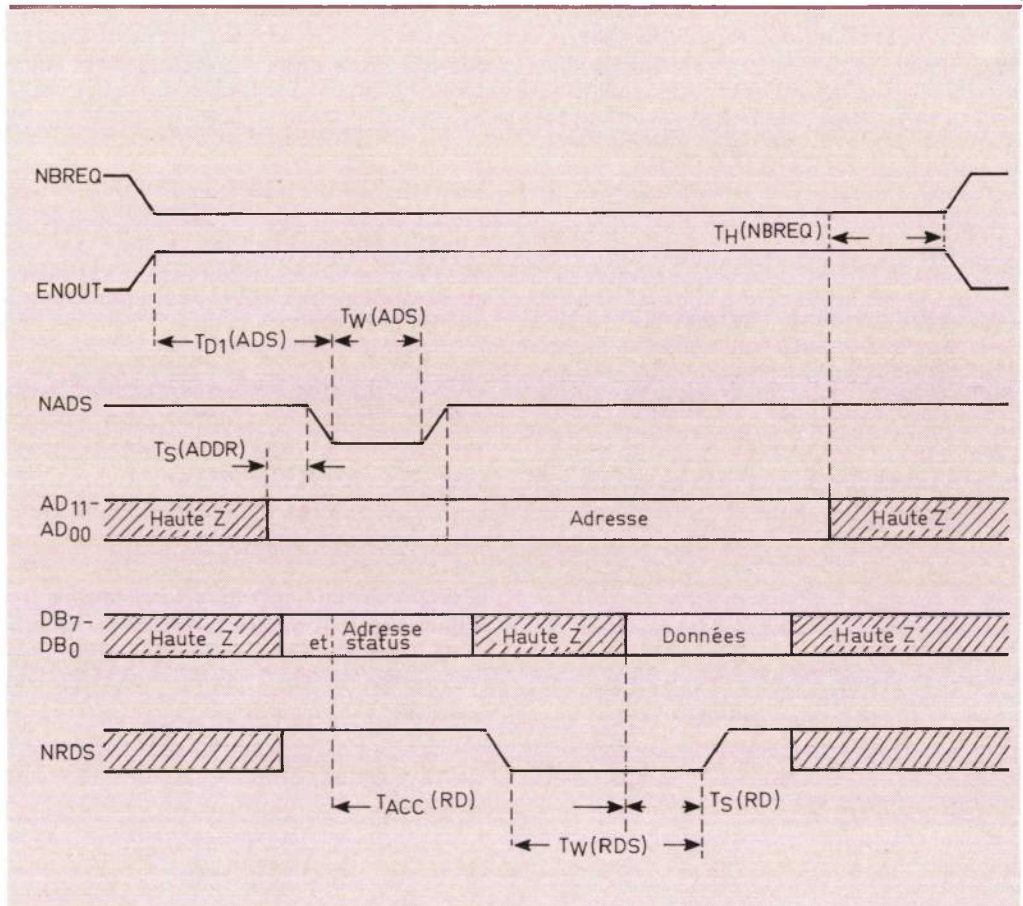
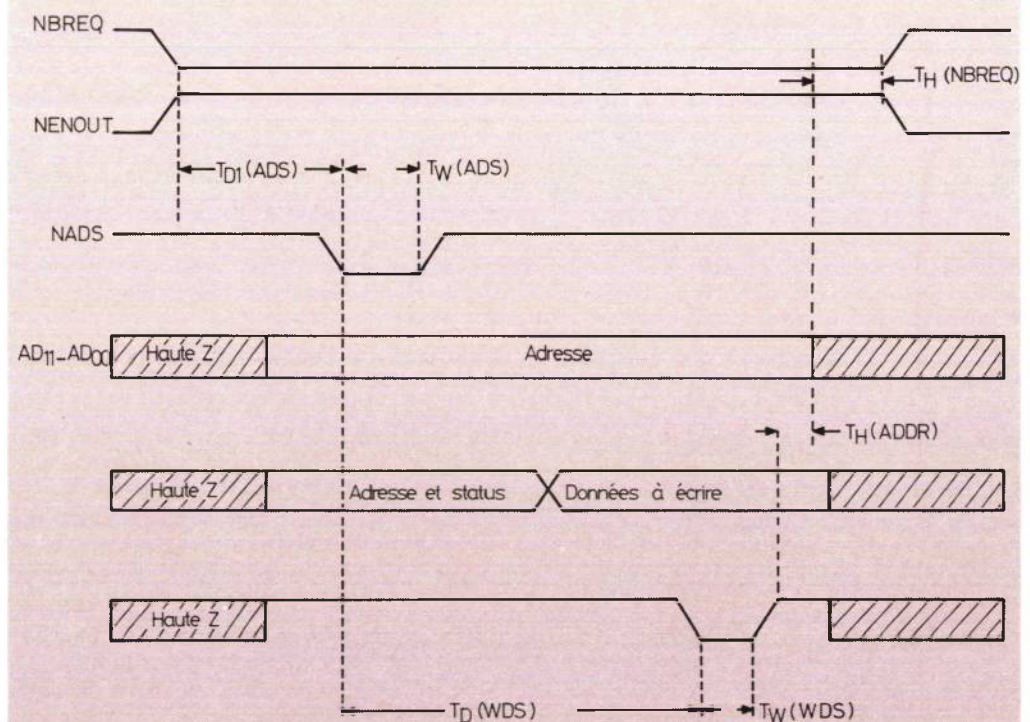

Figure 4
Figure 5
Le signe de la logique de ces trois signaux est le même pour le SC/MP canal P ou le SC/MP II canal N. Ils sont représentés pour la version canal N dans les figures 4 et 5. Le panachage que nous faisons entre les deux versions est volontaire car il nous permet de les présenter simultanément. Ces deux microprocesseurs sont quasiment identiques tant qu'à leur structure et leur utilisation et nous soulignons systématiquement toutes les différences.
Il est à noter sur les figures 4 et 5 que le signal BREQ descend à la fin du cycle d'entrée-sortie, respectivement NBREQ monte pour indiquer que les bus sont à nouveau libres et peuvent être demandés par l'élément du système qui les requiert.
états logiques possibles : 0, 1 ou haute impédance, c'est-à-dire déconnecté. Lorsque le SC/MP envoie sur ses bus l'adresse, l'état d'impédance des bus est tel que l'information circule du microprocesseur vers l'extérieur. Par contre, lorsqu'il lit une donnée, l'information circule en sens inverse. C'est la raison pour laquelle, dans le cas de la figure 4, le bus de donnée passe par un état de haute impédance avant de changer le sens de circulation de l'information. Nous ne trouvons évidemment pas ce phénomène dans la figure 5 puisque les données qui doivent être écrites en mémoire ou sur un périphérique circulent dans le même sens que l'envoi d'adresse.
3) Les durées relatives des temps T_w (RDS) et T_w (WDS) sont liées à la nature des éléments extérieurs qui sont associés. Le temps d'écriture (figure 5) est en effet plus court, échantillonnage du bus de données du SC/MP qui maintient l'information. Le temps de validité de l'information lui (figure 4) est plus court, échantillonnage du bus de données par le SC/MP qui maintient son ordre de lecture.
En revenant aux figures 4 et 5, nous voyons qu'après le retour au repos du signal NADS, le SC/MP génère soit l'impulsion NADS, soit l'impulsion NWDS pour provoquer le transfert de données dans le sens écriture ou dans le sens lecture.